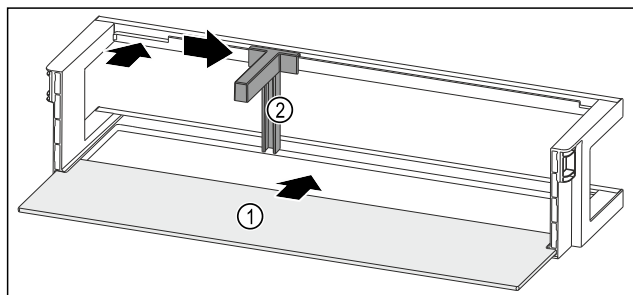

Fig. 59 Rafti i derës me raft mbajtës
- ▶ Futni raftin mbajtës Fig. 59 (1) në folëtë anësore.
- ▶ Vendosni mbajtësen e shisheve Fig. 59 (2) te foleja.
- ▶ Shtyni anash mbajtësen e shisheve Fig. 59 (2) në pozicionin që dëshironi.